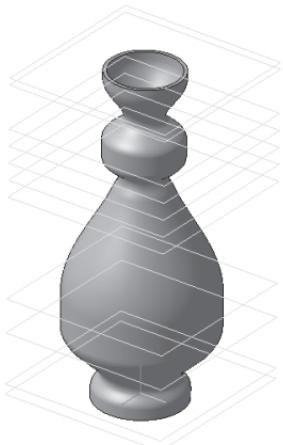

Рис. 263
- – создайте объект (рис. 263).